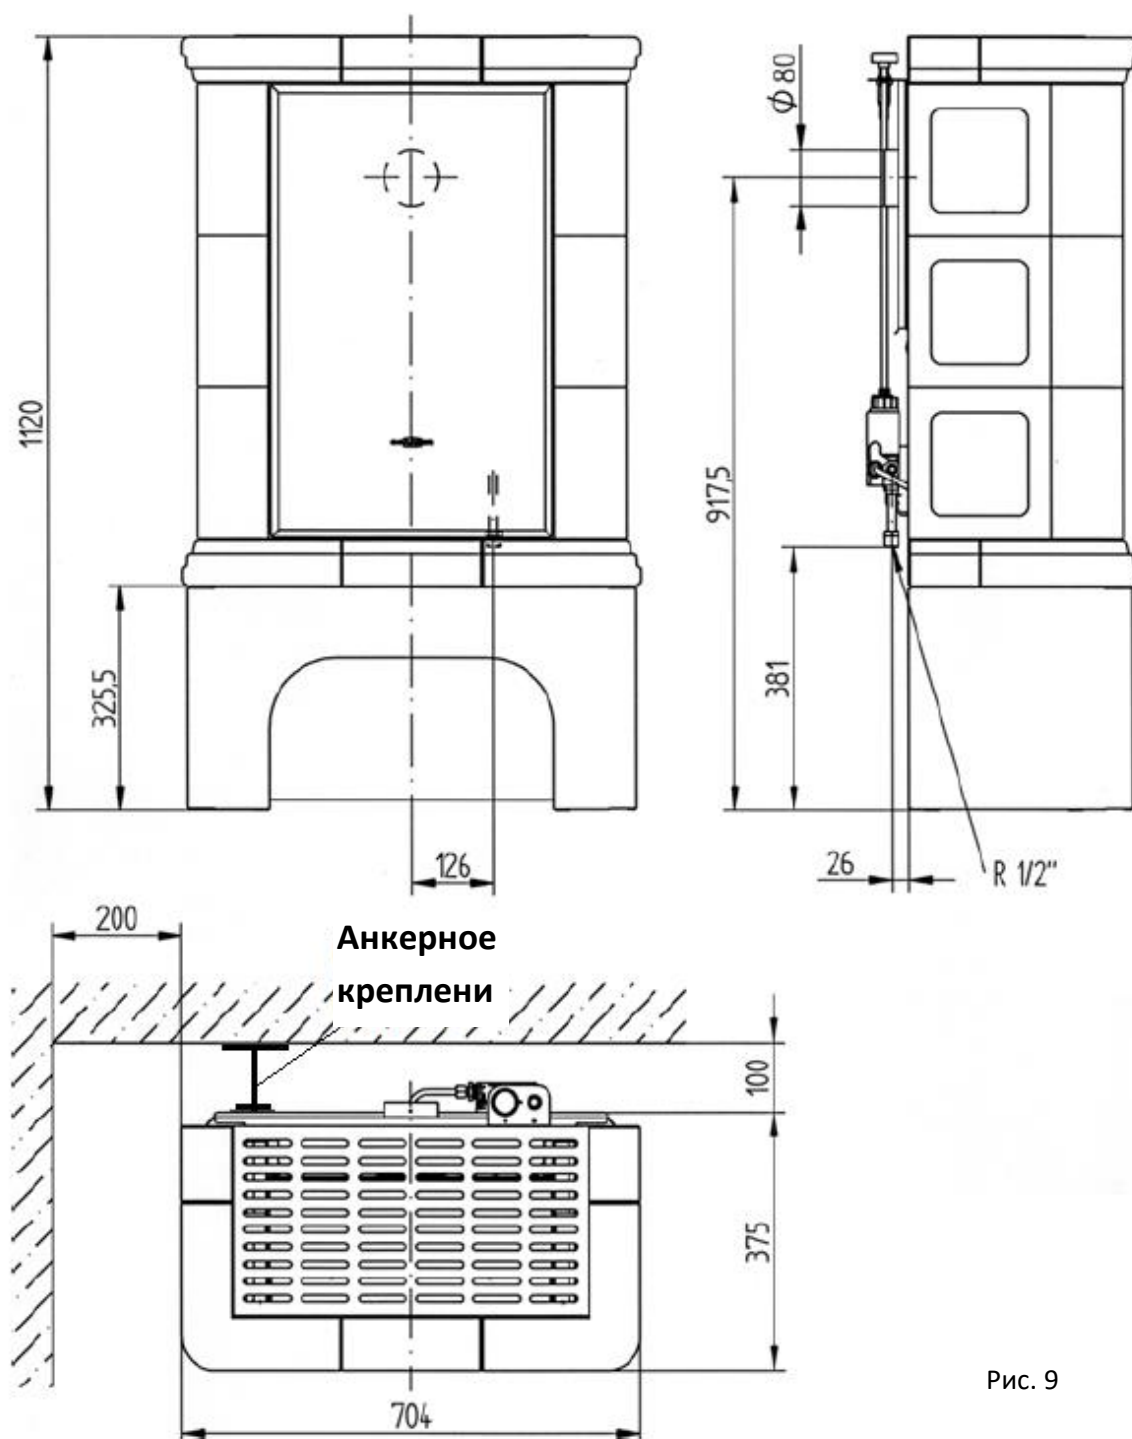
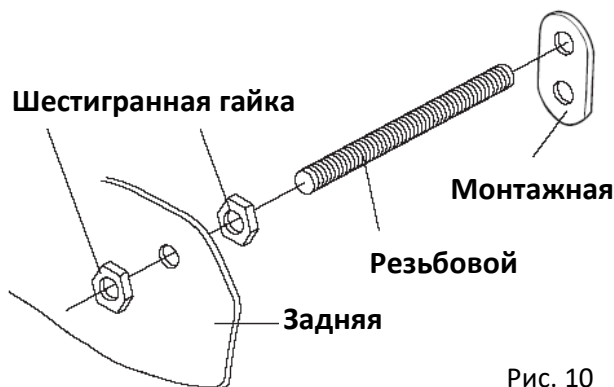

Рис. 9
Рис. 10
1. Рекомендуем использовать подходящую изоляционную прокладку (дополнительно запросите у производителя). Поместите основание **3** на пол / прокладку так, чтобы расстояние от задней стенки составляло 100 мм, боковое расстояние 200 мм и высота 325 мм (см. Рис. 9 на стр. 10). Горизонтальное положение основания можно получить при помощи регулируемых ножек
3. Если используется гибкое газовое соединение, устройство должно быть защищено от смещения и закреплено на стене (Рис. 10). Для этой цели используйте прилагаемые резьбовые стержни, которые монтируются в отверстия в левом верхнем углу устройства, если смотреть на отопительное устройство спереди (см. Рис. 9 на стр. 10). Фиксацию выполните после установки монтажной панели на стеклу при помощи обеих гаек.